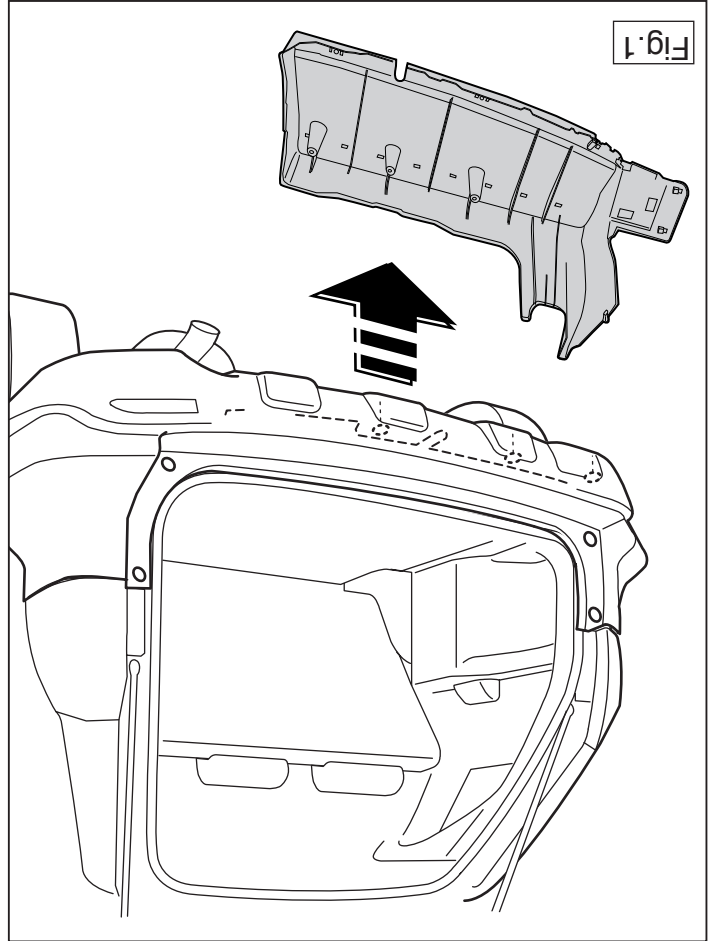

Fig. 1
1. Zdemontować kołpaki zabezpieczające wykonane z tworzywa sztucznego. Patrz rysunek 1.
1. Снять пластмассовые защитные колпаки. См. рисунок 1.